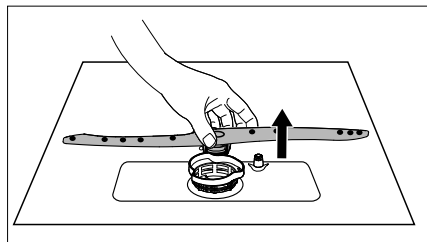

Fig. 22
- ▶ Saque el brazo pulverizador (1) del interior del aparato para limpiarlo. Para ello, elévelo un poco y extráigalo (véase **fig. 22**).